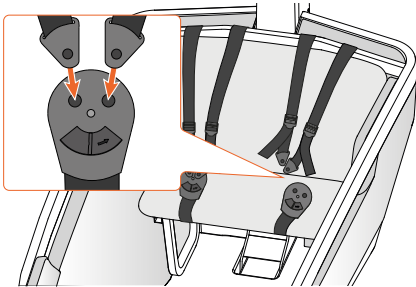

Abbildung 34 - Schließen der Dreipunkt-Sicherheitsgurte.
4. Lassen Sie die Enden der Schultergurte im Schloss einrasten, wie in Abbildung 34 gezeigt: